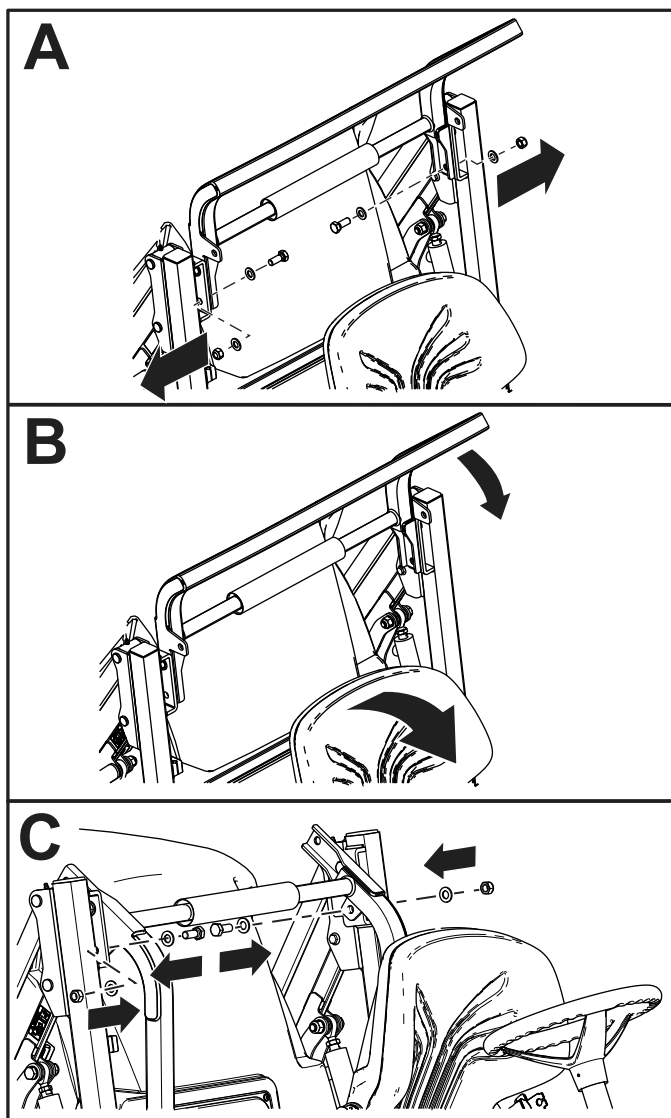

Figure 18
4. Retirez les écrous, les boulons et les rondelles (Figure 18).
6. Abaissez l'arceau de sécurité et fixez-le en position avec les écrous, les boulons et les rondelles (Figure 18).
Remarque: Pour déployer l'arceau de sécurité, suivez les instructions de la Figure 18 en ordre inverse.
5. Retirez les écrous, les boulons et les rondelles de l'arceau de sécurité (Figure 18).
6. Relevez l'arceau de sécurité et fixez-le en position avec les écrous, boulons et rondelles (Figure 18).